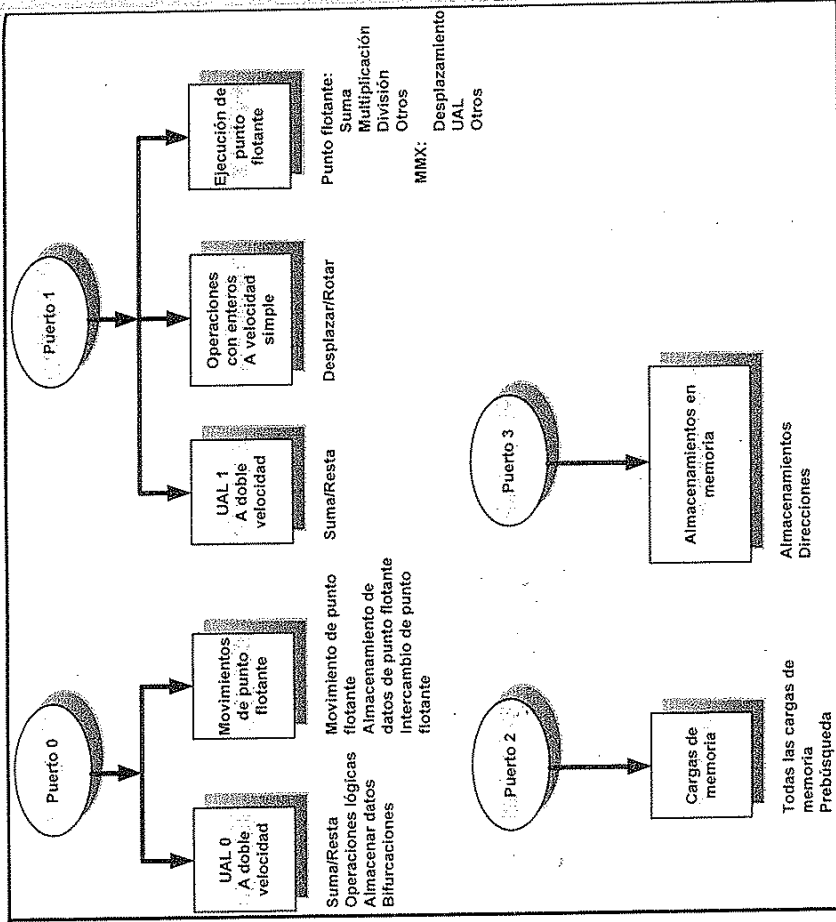

Fig. 2.12. Unidades de ejecución del Pentium 4.
- Cuatro puertos para la ejecución de diferentes clases de instrucciones en paralelo, fuera de orden y a diferentes velocidades (ver la Fig. 2.12).
En la Fig. 2.12 podemos ver la micro-arquitectura de un microprocesador con doble núcleo (*dual-core*). En este caso, las memorias caché no las comparten. La mayoría de los microprocesadores de doble núcleo utilizan ese esquema.